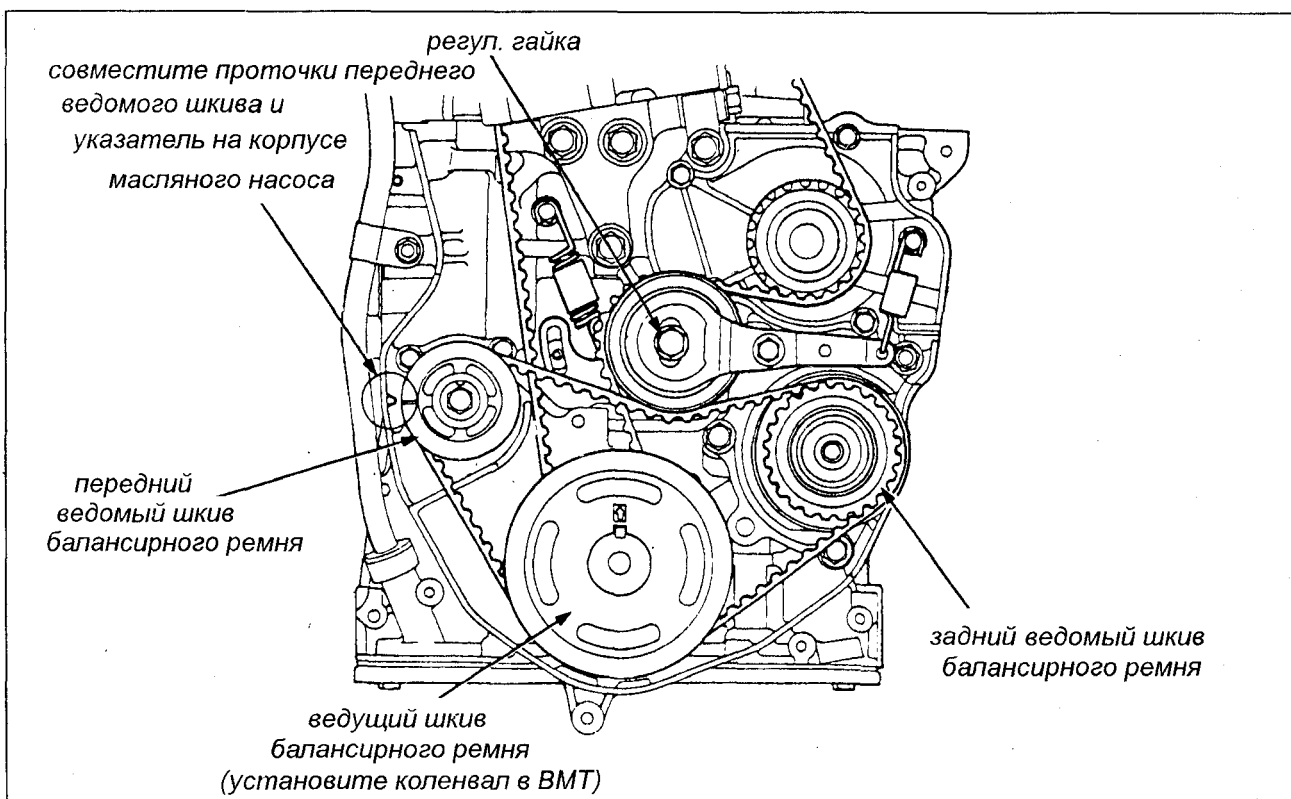

Рис. 3-36.
18. В этой системе имеются два ремня: один, идущий к шкиву распределительного вала (ремень привода распредвала) и другой, более короткий, который управляет балансирным валом (балансирный ремень, или балансирный ремень газораспределительного механизма; рис. 3-36). Оттяните устройство для натяжения ремней от ремней для уменьшения натяжения. Удерживая устройство для натяжения, установите регулировочную гайку и затяните ее для удержания устройства натяжения на месте.